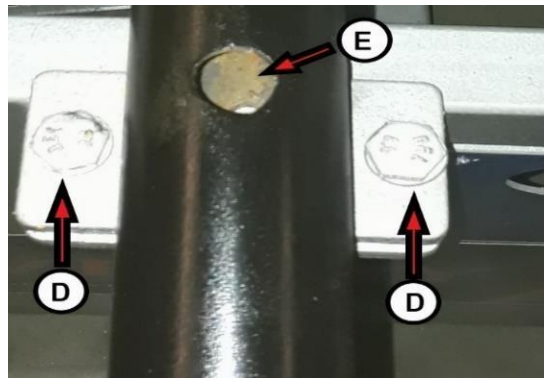

Figura 5 - Apoio do varão
6. Fixe os varões, através do **Parafuso E** **Figura 5**, nos mancais localizados no chassi da máquina. Deixar a parte maior dos varões para a frente.
IMPORTANTE: Os mancais dos varões já saem regulados de fábrica, portanto os parafusos D **Figura 5** não podem ser reajustados com risco de perda de esquadro;